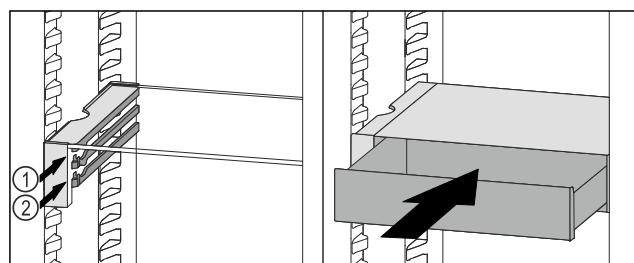

Fig. 89
- Встановити висувний ящик VarioSafe за стопорами на потрібне ребро Fig. 89 (1) або Fig. 89 (2).